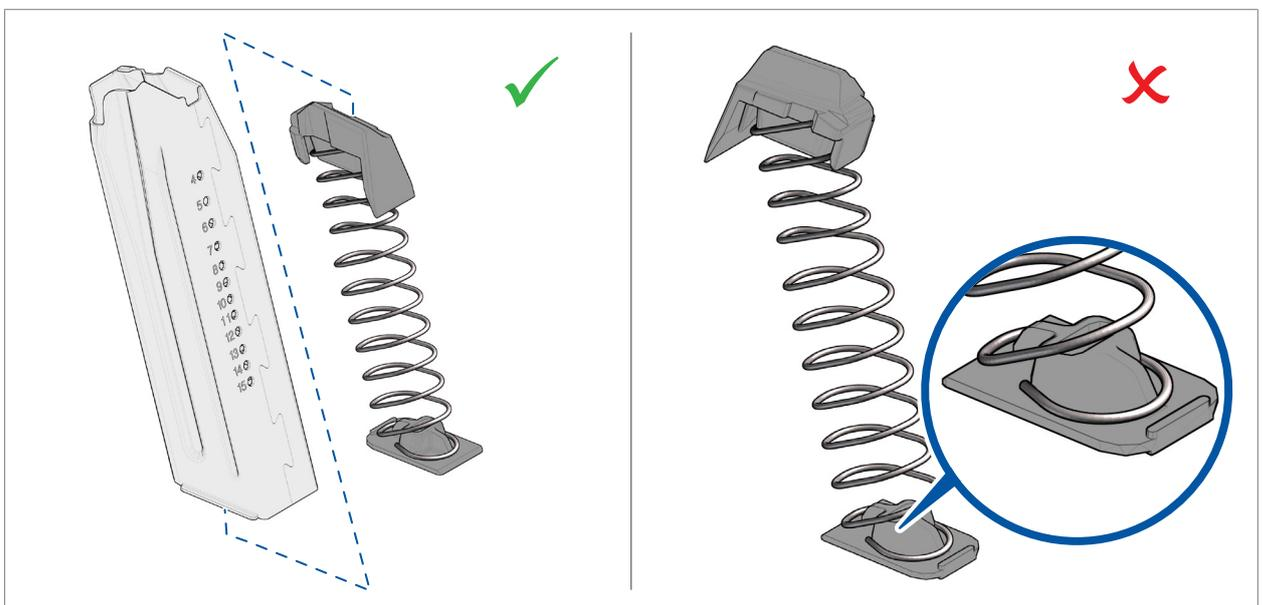

Abb. 73: Montageposition der Einzelteile
1. Zubringer auf Magazinfeder setzen. Montageposition beachten (Abb. 73).
2. Magazinfeder auf Bodenhalter setzen. Montageposition beachten (Abb. 73).